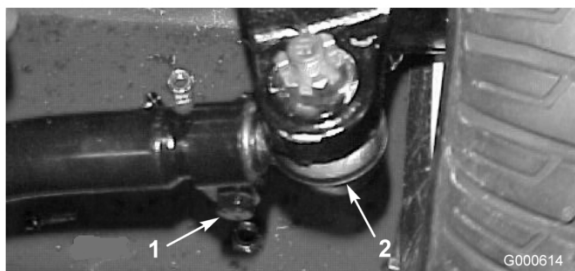

Figure 47
2. Pour le régler, retirez la goupille fendue et l'écrou de l'une des rotules de biellette (Figure 47). Déposez la rotule de biellette du support du corps d'essieu.
3. Desserrez les fixations aux deux extrémités des biellettes (Figure 47).